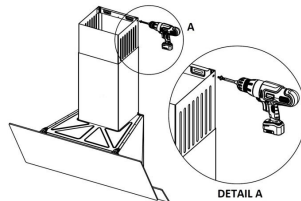

Рисунок 9
10. Закрепите внешний воздуховод на монтажном кронштейне воздуховода, который находится на верхней поверхности вытяжки (2 шт., справа-слева), используя болты **3,5 x 6,5 RYSB** (Рисунок 9).